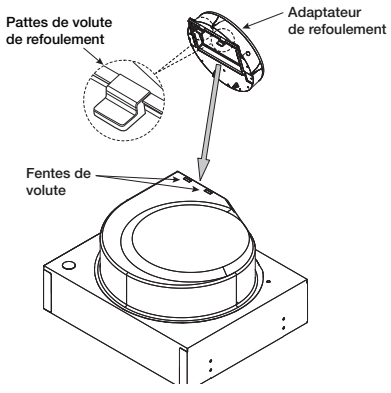

Figure 1
1. Insérer les pattes de l'adaptateur de refoulement dans les fentes de la volute comme sur la Figure 1.